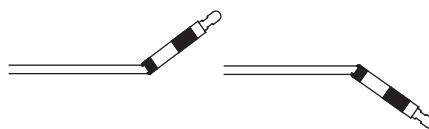

Figura 6
- Successivamente, raddrizzare lo spingitore, continuando a piegare e a raddrizzare finché il tubo dello spingitore non si apre, esponendo l'elemento di rilascio (Figura 6).